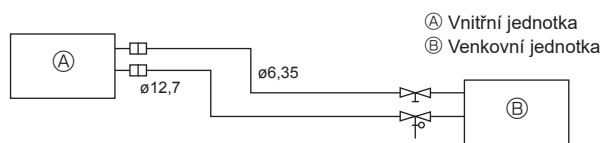

Fig. 5-2
(1) V níže uvedené tabulce jsou uvedeny specifikace běžně dostupného potrubí. (Fig. 5-2)